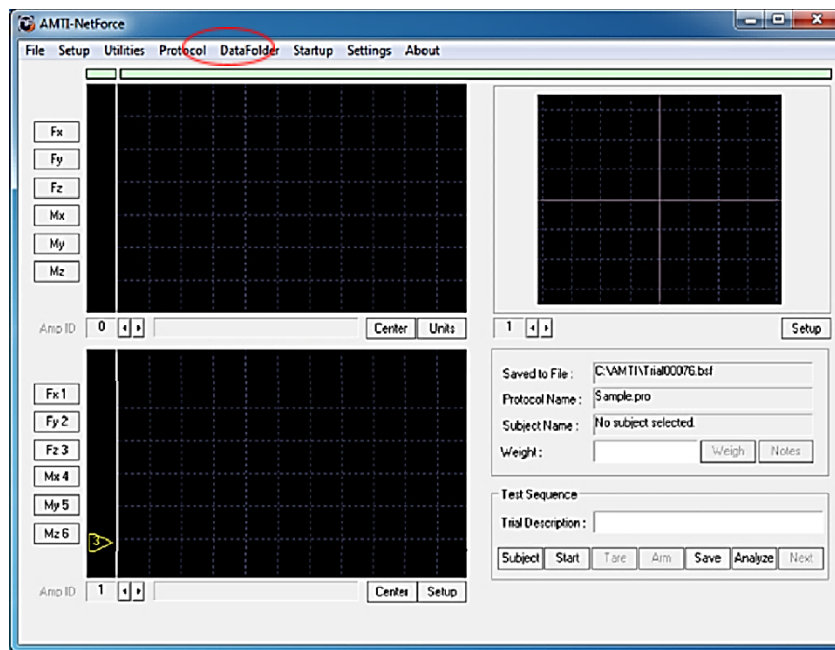

Figura 5 Interfaz del software AMTI-Netforce
- Luego, se procederá a abrir el software AMTI- NetForce y se verá la siguiente ventana (Ver Figura 5). Para la toma de datos, se necesita tener el tiempo y la tasa de muestreo que se captarán de la muestra. Si se quiere cambiar estos dos parámetros en la ventana inicial del software AMTI- NetForce, se hará click en “*Select/View Protocol*” en la pestaña “*Protocol*”.